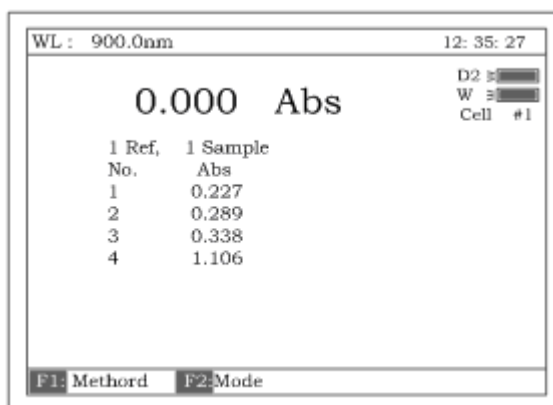

Рисунок 104
4. Нажмите клавишу **[СТАРТ/СТОП]**. Автоматически выполняется анализ контрольного раствора в ячейке №1, 4-х проб – в ячейках №2-№5. Результаты выводятся на экран (рис.104).